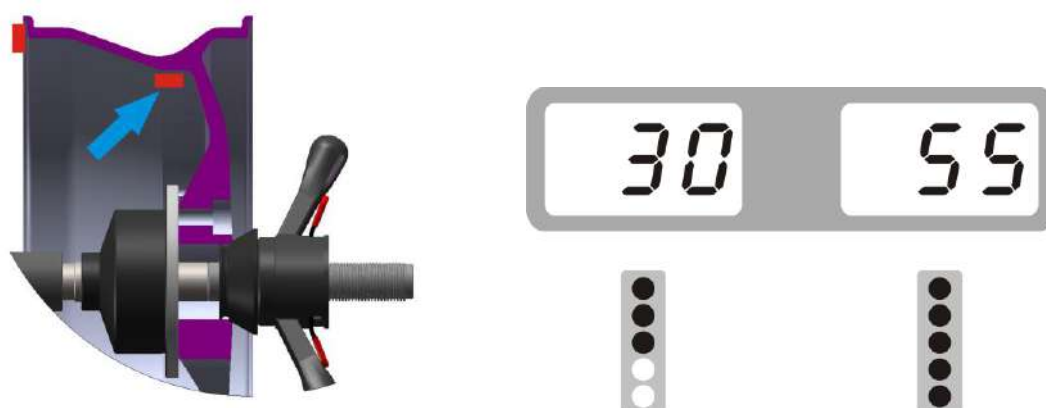

Рис.6
- 5) Медленно вращайте колесо против часовой стрелки вручную до тех пор, пока внешний индикатор дисбаланса полностью не загорится. В это время самая высокая точка (12 часов) внешнего обода является правильной точкой крепления грузика. Добавьте соответствующий вес в этом положении. Смотрите рис.6.